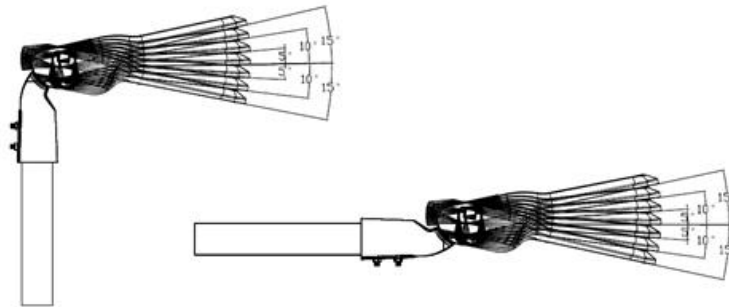

Рис. 2
6.6.3 Установив светильник на опору, наклоните светильник на необходимый угол относительно земли (Рис. 2).